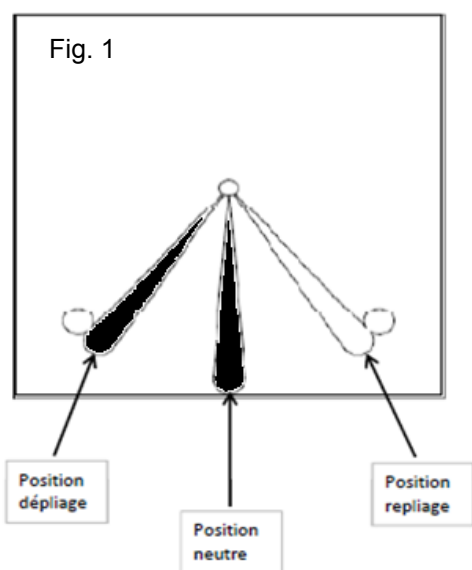

Fig. 2
- Actionner le levier jusqu'à ce que le mat rencontre l'arrêt en butée (fig. 2) : arrêter de pomper dès que le mat entre en contact avec le bâti, sans forcer sur le levier.